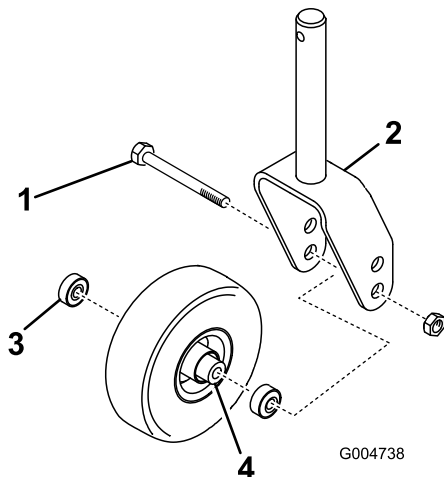

Рисунок 141
1. Выверните контргайку с болта, удерживающего узел поворотного колеса между вилкой или рычагом поворотного колеса (Рисунок 141).
2. Захватите поворотное колесо и извлеките болт из вилки или поворотного рычага (Рисунок 141).
3. Извлеките подшипник из ступицы колеса и дайте выпасть распорной втулке подшипника (Рисунок 141).
4. Снимите подшипник с противоположной стороны ступицы колеса (Рисунок 141).